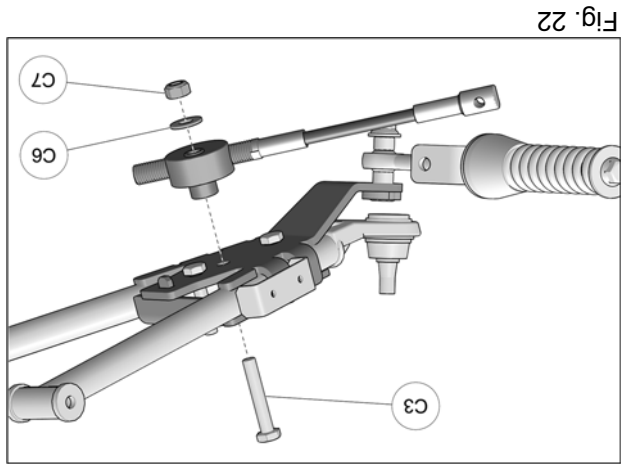

Fig. 22
11. Passer le boulon (C3) par l'ouverture du couvert de l'ancrage et l'insérer dans le trou central de l'ancrage. Positionner l'extrémité en aluminium du limiteur de conduite au boulon (C3). Utiliser la rondelle (C6) et l'écrou (C7) pour fixer le limiteur de conduite en place. Serrer l'écrou à un couple de 50 N•m [37 lb•pi]. Fig. 22